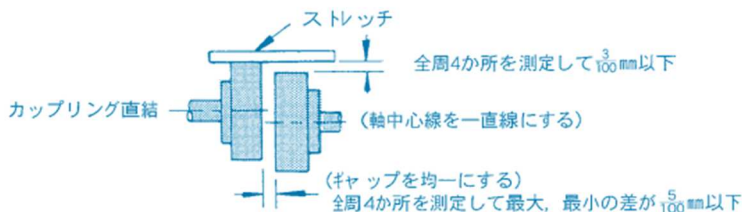

図 1 カップリング直結の例
(1) カップリング直結の場合は、図 1 に示す点にご注意ください。